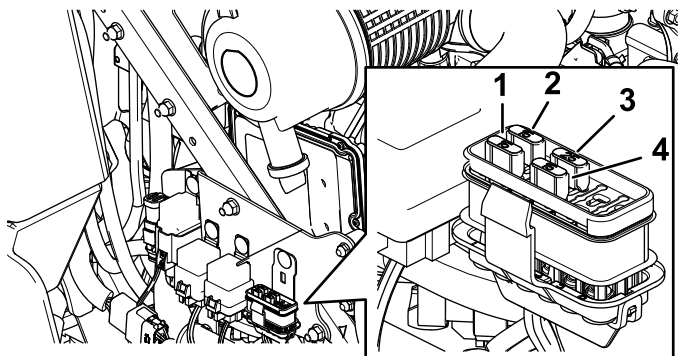

Figura 50
- Montate un fusibile nuovo (Figura 50).